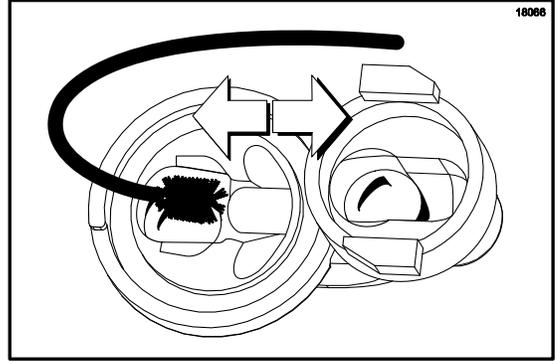

图 85
7. 来回移动刷子以擦拭这个通道，将刷子完全插入，并将其从阀体拉出。（见图 85。）